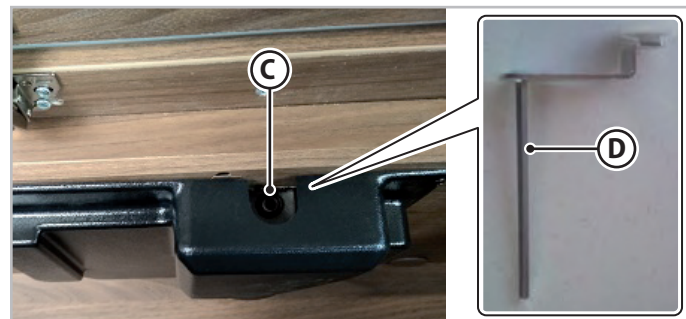

Fig. 6.20 - Sbloccaggio letto elettrico tipo A
2. Sulla parte anteriore del motore, inserire la chiave (D - Fig.6.20) all'interno della vite (C - Fig.6.20) per la movimentazione manuale.